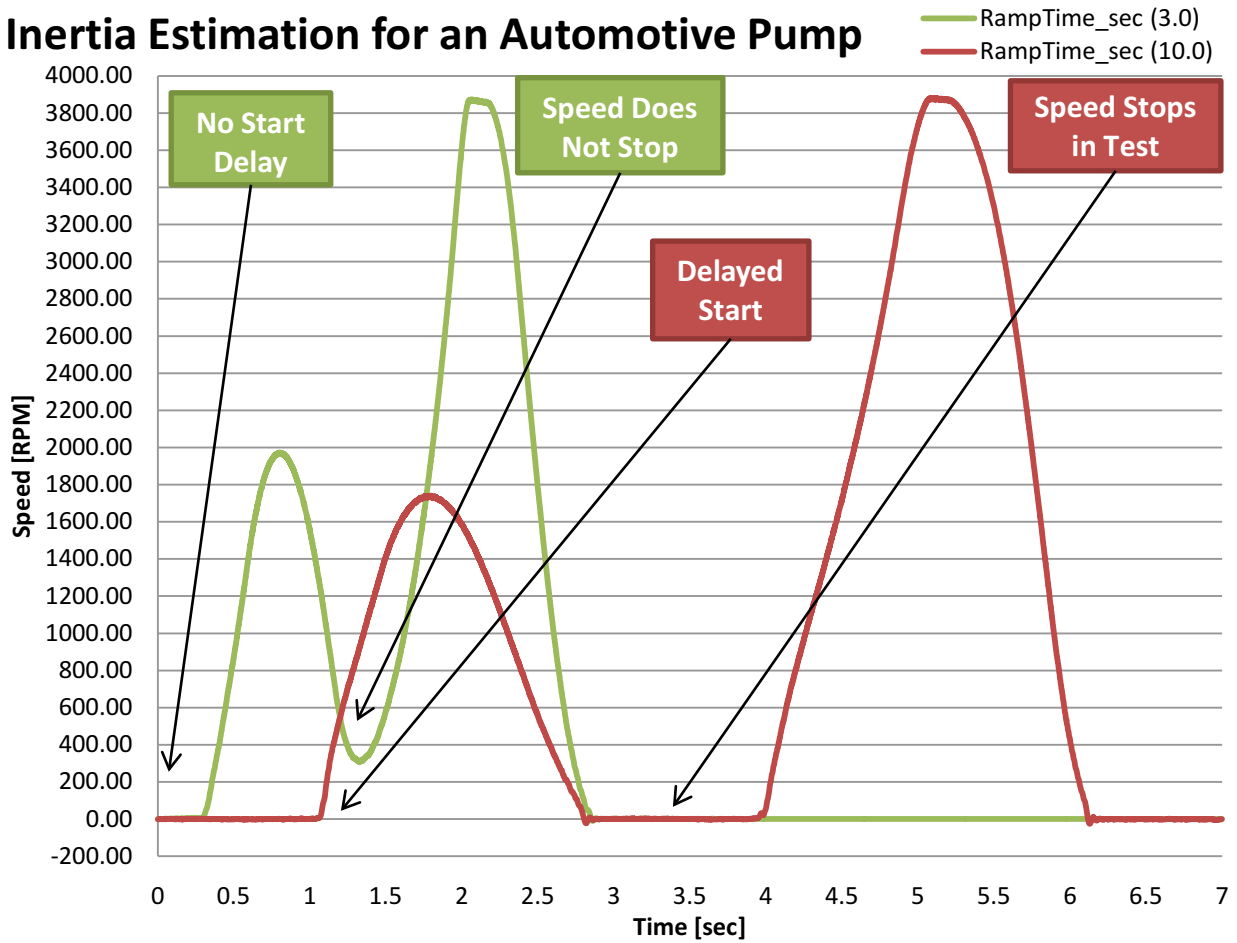

图 7-7. 自动泵惯性识别的速度反馈
**图 7-7** 为摩擦力较大的自动泵惯性识别过程中的速度反馈。当 **RampTime\_sec** 设置为 10.0 时，惯性识别过程不会成功完成。值得注意的是，较大的 **RampTime\_sec** 会导致此过程延迟启动并且电机在测试中停止。这两种情况都会导致惯性识别失败，并且 **ERR\_ID** 设为 2003。当 **RampTime\_sec** 设置为 3.0 时，惯性识别不会延迟启动，并且电机也不会在测试中停止。若要成功完成惯性识别，需要同时满足这两个条件。